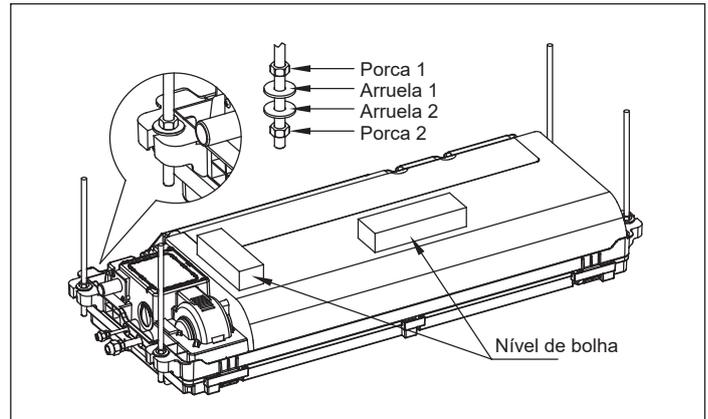

Figura 3.8
- Depois de içar e montar a unidade, use parafusos M6x12 (parafusos de instalação acessórios para o painel) para afixar o gabarito de instalação no corpo da unidade. Certifique-se de verificar o tamanho e as posições da abertura no teto antes de fazer isso. Consulte a Figura 3.8.